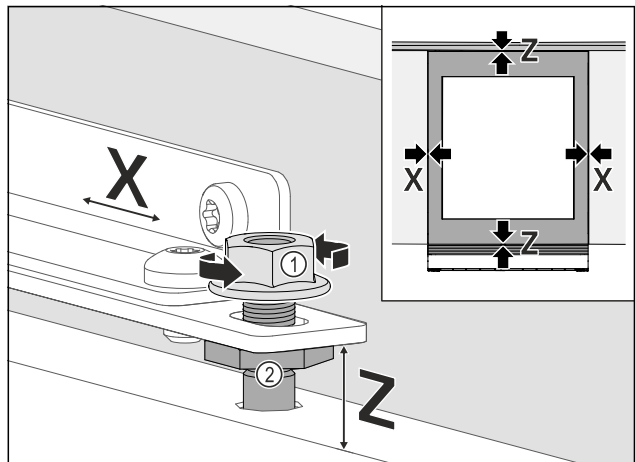

Fig. 102
- Вирівняйте меблеві дверцята збоку: Послабте контргайку Fig. 102 (1), посуньте меблеві дверцята у напрямку X.
- Затягніть контргайку Fig. 102 (1).
- Вирівняйте меблеві дверцята по висоті Y, а також їхній боковий нахил: Виконайте налаштування Fig. 102 (2) за допомогою регулювальних гвинтів.